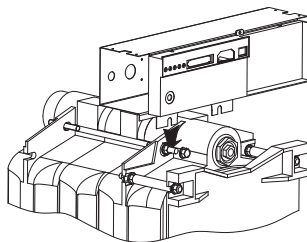

Рис. 9
- C: Электрическую панель управления (7) установите так, чтобы засечки, находящиеся на нижней консоли в задней части жестяного корпуса, наделись на передние соединительные стержни кожуха котла (рис. 9).